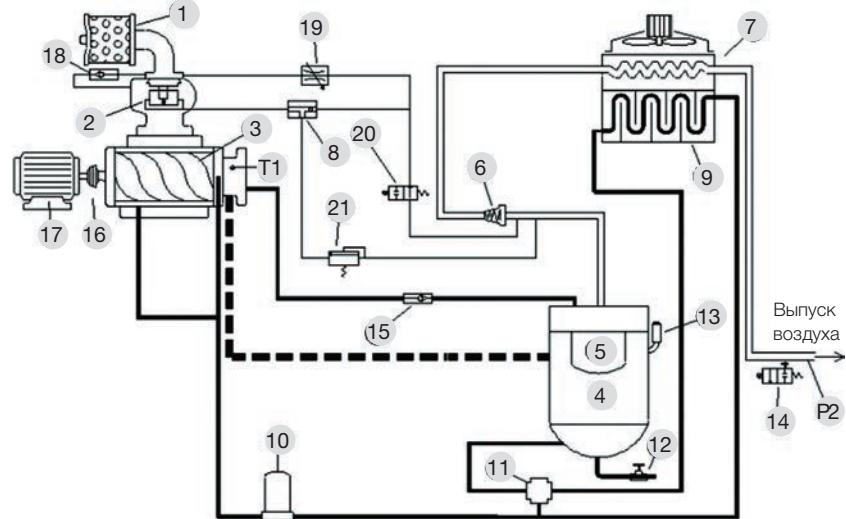

Рис. 4.1 Блок-схема модели с воздушным охлаждением
**4****Знакомство с системой (рис. 4.1 и 4.2)****4.1****Система в сборе****4.2****Компоненты